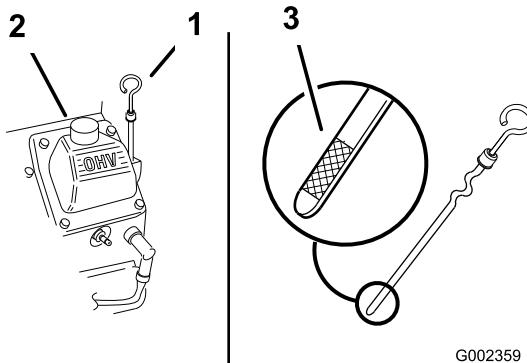

Figura 47
4. Limpe a zona em redor da vareta de óleo (Figura 47), para evitar que entre sujidade no orifício do filtro e possíveis danos no motor.
5. Retire a vareta do óleo e limpe a extremidade (Figura 47).
6. Faça deslizar a vareta do óleo no tubo de enchimento (Figura 47).
7. Coloque lentamente cerca de 80% da quantidade de óleo especificada no bocal de enchimento do óleo (Figura 47).